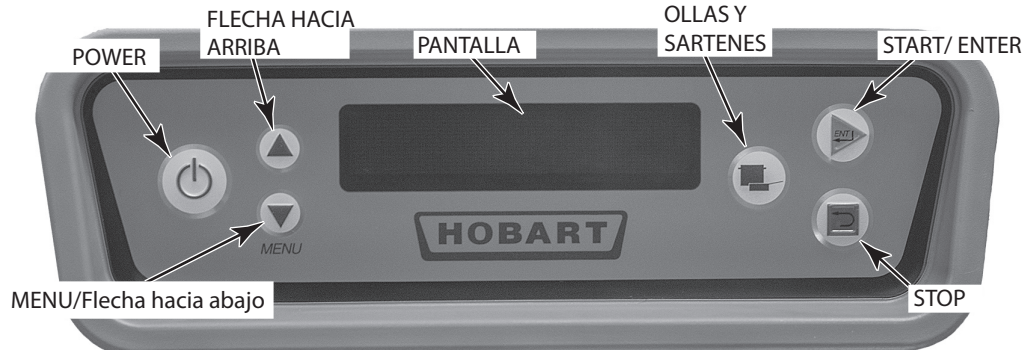

Figura 30
Los controles se ubican en la parte superior del lavavajillas. El teclado y la pantalla se encuentran al frente de la caja de control (Figura 30).
Cierre todas las puertas. Para comenzar el llenado una vez que la máquina está lista, presione el botón POWER (Figura 30).
5. Presione el botón POWER en el teclado (Figura 30). El lavavajillas se llenará automáticamente (consulte la sección "Llenado del lavavajillas" en esta misma página). Una vez que el tanque está lleno, se encenderá el quemador si se requiere aplicar calor. El sistema de ignición considera un período de 15 segundos de purga antes de comenzar su labor.
6. Si el lavavajillas no funciona, presione el botón POWER en el teclado (Figura 30) y cierre la válvula manual de gas. Comuníquese con el servicio técnico de Hobart o con el proveedor local de gas.
Una vez que la máquina se ha llenado, haga funcionar las bombas presionando el botón START / ENTER en el teclado (Figura 30) o insertando una canastilla en la máquina.
La opción estándar de detención de la cinta transportadora permite que el operador la detenga para lavar más a fondo la vajilla demasiado sucia durante un tiempo más prolongado. Presione DOWN ARROW (flecha descendente) ubicada en el teclado (Figura 30) hasta que el símbolo '<' se muestre a la izquierda de 'CONVEYOR DWELL' (detención de la cinta). Cuando la canastilla llegue a la cámara de lavado, presione ENTER en el teclado (Figura 30) para detener momentáneamente la cinta transportadora. Para reiniciar el movimiento de la cinta, presione el botón START/ENTER en el teclado (Figura 30). **NOTA:** En todos los modelos CLen (excepto los modelos VL), la unidad continuará funcionando en modo de espera hasta que se presione la el botón ENTER (Ingresar) o STOP (Detener). En los modelos CLen-VL, la unidad se detendrá después de 30 minutos de espera.
Si la canastilla se atasca o si la carga es excesiva, un mecanismo de sobrecarga apaga el motor de la cinta transportadora y en la pantalla se lee "Clear Conveyor Jam" (despeje el atasco en la cinta transportadora). Abra las puertas y elimine el atasco. Una vez eliminado, cierre las puertas y pulse el botón START/ENTER en el teclado (Figura 30) para reiniciar el funcionamiento del lavavajillas.
En pantalla aparecen todas las temperaturas del tanque (Figura 30) cuando la máquina está funcionando. La temperatura "Final Rinse" muestra unas rayas ( - - - ) hasta que una canastilla ingresa a la zona de enjuague. Luego se lee "Final Rinse". Una vez que la vajilla abandona la zona de enjuague, Final Rinse vuelve a mostrar - - - .
En caso de que no ingrese ninguna canastilla a la máquina por un tiempo preestablecido, el temporizador automático inicia la cuenta regresiva y las bombas y la cinta transportadora se apagan para ahorrar energía. El tanque continúa calentándose y en pantalla se muestran las diversas temperaturas. Para reanudar el funcionamiento, inserte una canastilla o presione el botón START/ENTER en el teclado (Figura 30).
Luego de un período de inactividad de la máquina, el control inicia el modo Ahorro de Energía (ESM): todos los componentes de la lavadora de utensilios se apagan y la pantalla de control se atenúa mostrando la leyenda "Energy Saver Active/Press STOP to Exit" (Modo ahorro de energía activo. Presione STOP para salir). Para salir del modo Ahorro de Energía presione el botón STOP (Figura 30). Puede presionar el botón POWER para apagar completamente la máquina. El tiempo de inactividad de la máquina antes de ESM se puede establecer entre 1 y 6 horas en el "Menú Parámetros". La configuración de fábrica es de 2 horas. Consulte la página 36.
1. Presione el botón POWER en el teclado para apagar la máquina (Figura 30).